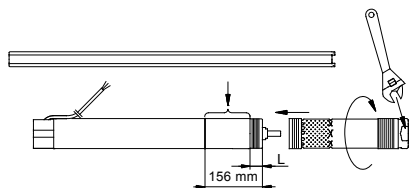

Fig. 6
1. Motorul se fixează orizontal într-o menhină, vezi fig. 6.
La suprafața de prindere a părții de pompă poate fi folosită o cheie, vezi fig. 6.